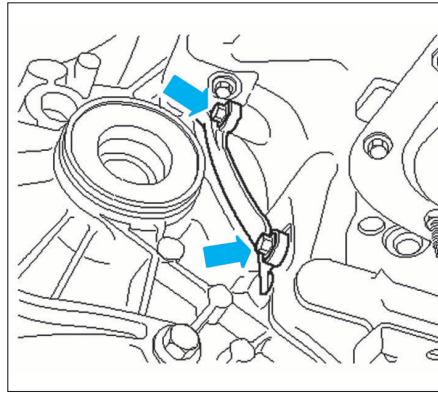

FIG. 7
- les vis de recouvrement du carter d'embrayage (Fig.7).